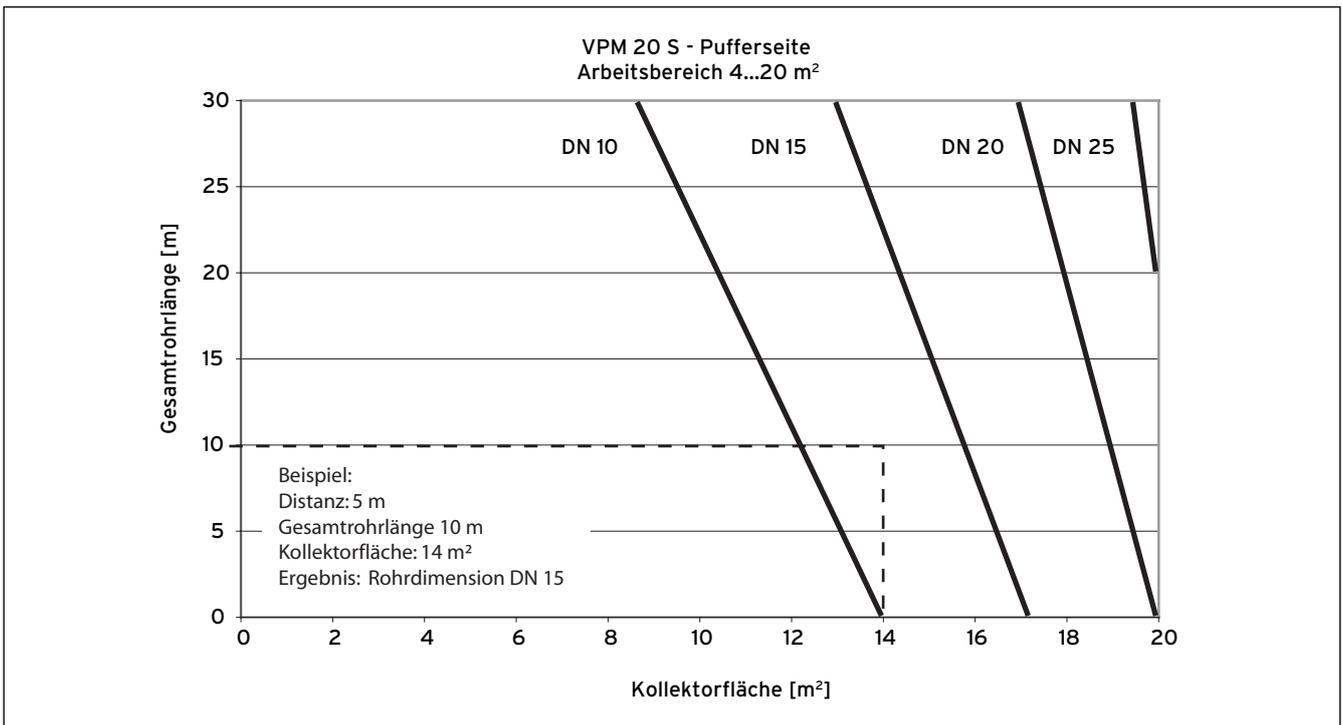
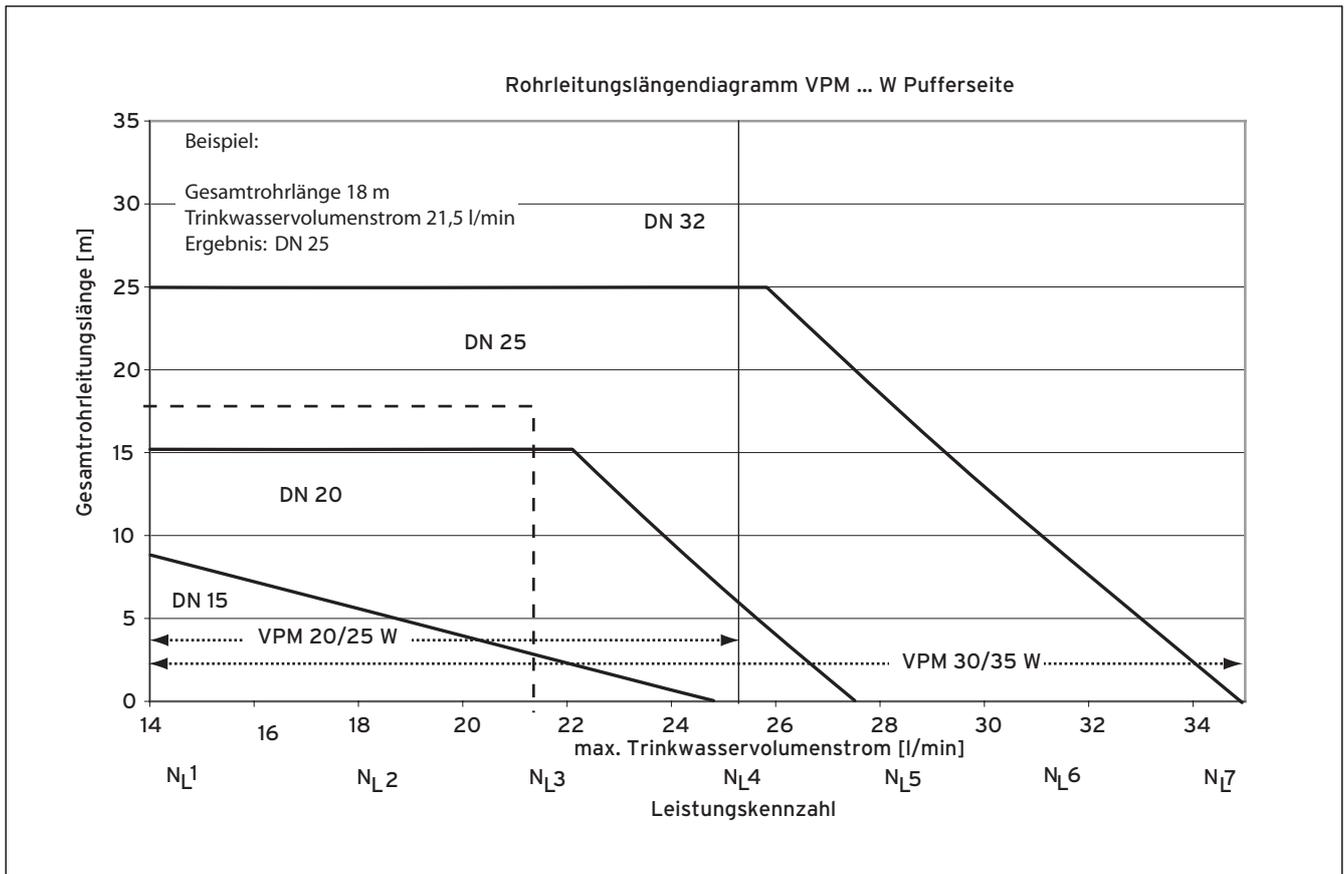

Abb. 3.16 Bestimmung Nenndurchmesser DN
Abb. 3.22 Rohrleitungsdiagramm Trinkwasserstation
- Beachten Sie die Durchmesser der Rohrleitungen (siehe Abb. 3.16 bis Abb. 3.22).